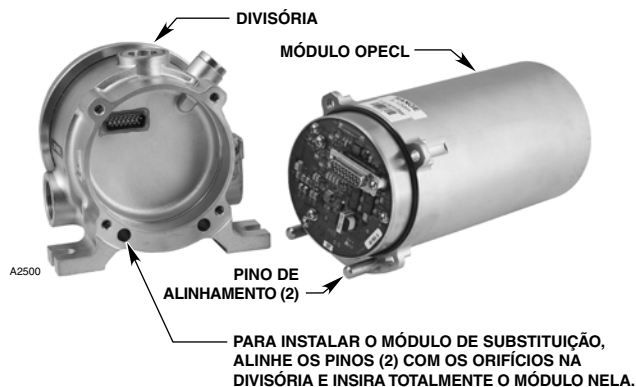

Figura 24 — Módulo OPECL removido de divisória
- Alinhe os dois pinos no módulo de substituição com os dois orifícios na divisória e insira o módulo diretamente nela. Consulte a Figura 24.